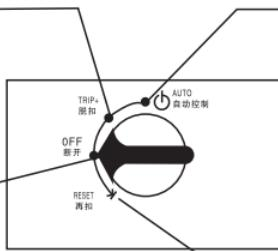

图4 主体面板
**5.3 主体面板指示：**当红色操作手柄箭头处于脱扣位置 (TRIP.+)、断开位置(OFF)、再扣位置(RESET)、自动控制位置(AUTO)时对应的KB0工作状态如图4所示。